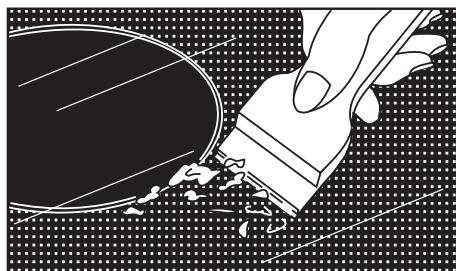

Рис. 15
- Если случайно изделие из алюминиевой фольги или пластмассы расплавится на поверхности стеклокерамического стола или к нему прикипит сахар – их следует немедленно удалить с помощью скребка, входящего в комплект плиты (рис.15).